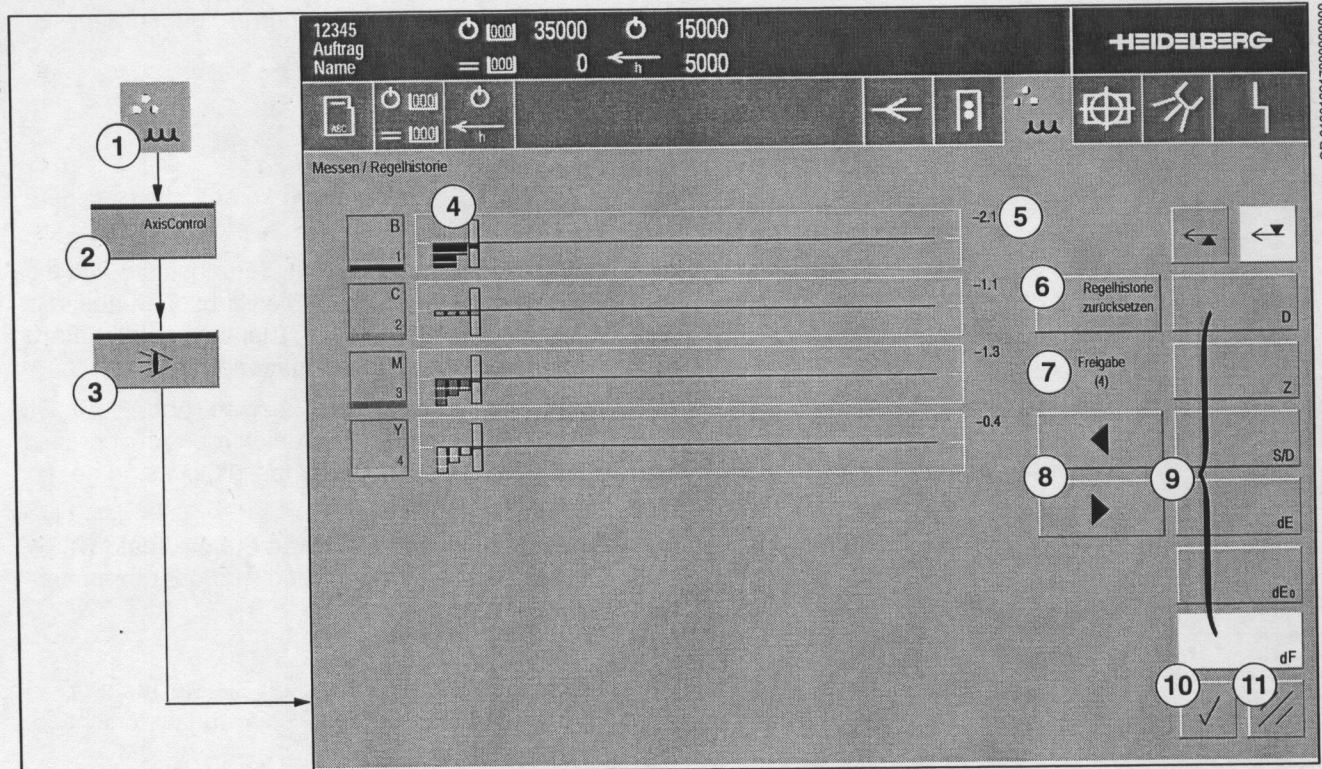

Abb. 22 Menü Regelhistorie
1. Drücken Sie in der Kopfzeile die Taste *Farbe, Feuchtigkeit* (Abb. 22/1). Das Menü **Farbe, Feuchtigkeit** öffnet sich.
2. Drücken Sie die Taste *AxisControl* (Abb. 22/2). Das Menü **AxisControl/Messen** öffnet sich.
3. Drücken Sie die Taste *Übersicht* (Abb. 22/3). Das Menü **Regelhistorie** öffnet sich.
- *Cursor-Taste* (Abb. 22/4)
Auf den Standort des Cursors beziehen sich die angezeigten Farbinformationen (Abb. 22/5).
- *Regelhistorie zurücksetzen* (Abb. 22/6)
- *Freigabe* (Abb. 22/7)
- *Pfeiltasten* (Abb. 22/8)
- **Farbinformations-Tasten** (Abb. 22/9)
1. Drücken Sie die Taste *Regelhistorie zurücksetzen* (Abb. 22/6). Die Daten aller Freigaben werden gelöscht.
2. Eingabe übernehmen: Drücken Sie die Taste *OK* (Abb. 22/10). Die Eingabe wird gespeichert.
Eingabe verwerfen: Drücken Sie die Taste *Löschen* (Abb. 22/11). Die Eingabe wird nicht gespeichert.